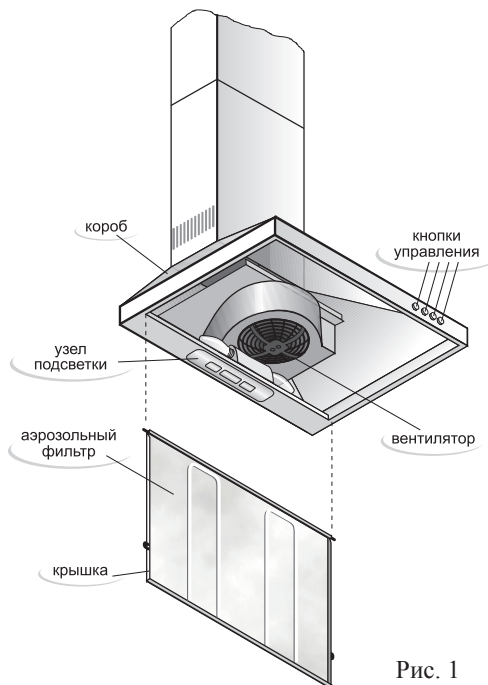
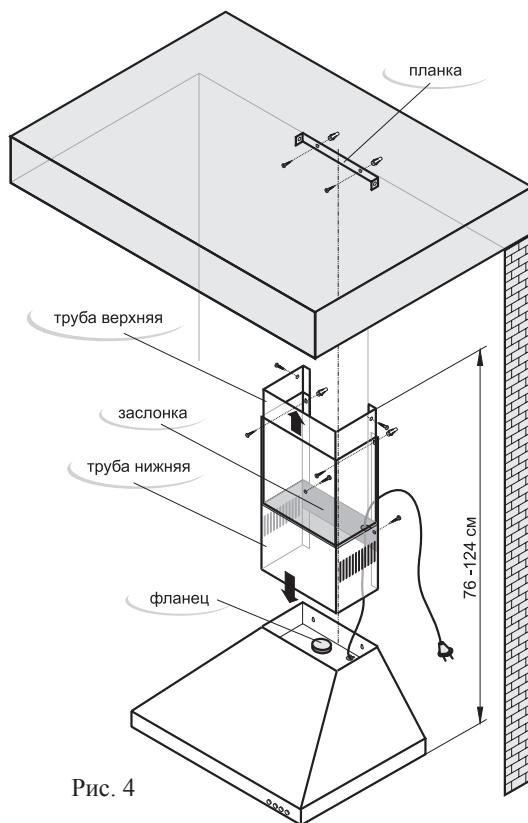

Рис. 1
Рис. 4
- 5.1 Внутри короба воздухоочистителя (рис.1) располагаются вентилятор и узел подсветки. Снизу короб закрывается крышкой с аэрозольным фильтром (или металлическим фильтром для модификаций К30, К44, К45, К47). На панели расположены кнопки управления работой воздухоочистителя. В верхней полости короба воздухоочистителя (рис.4) установлен фланец для отвода очищенного воздуха.